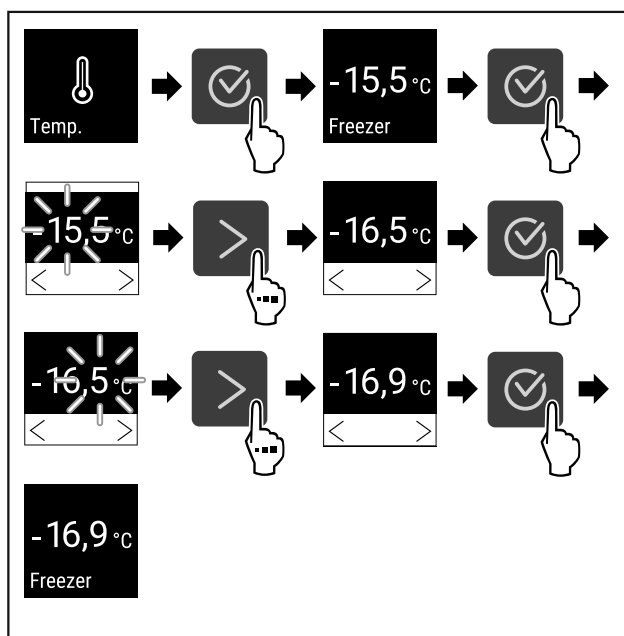

Fig. 66 Variazione di temperatura da -15,5°C a -16,9°C
- ▶ Eseguire i passi (vedere Fig. 66) .